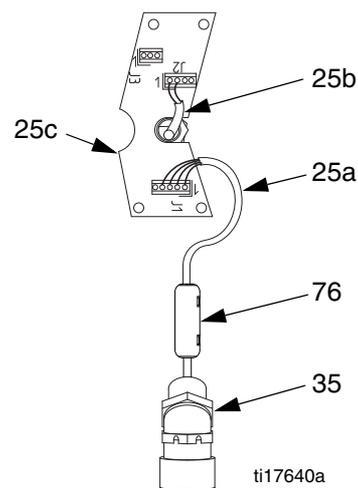

ABB. 27. Platinenverbindungen
- a. Siehe ABB. 27. Das Messfühlerkabel (25a) von J1 auf der Platine (25c) trennen. Den Ferrit (76) entfernen und aufbewahren.
- c. Die IS-Feld-Kabel von J2 und J3 auf der Platine und von den beiden Klemmenblöcken (46) trennen. Die Positionssensorkabel von den beiden Klemmenblöcken trennen. Die Klemmenblöcke aufbewahren.
- e. Die leitfähigen Zugentlastungen (74a und 35) vom Getriebegehäuse abschrauben. Die 45°-Zugentlastung (35) und das Messfühlerrohr aus dem Getriebegehäuse ziehen. Den Messfühler nicht vom Auslassanschluss (P) trennen.
- f. Den Positionssensor und die daran befestigten Teile vom Getriebegehäuse (1) abziehen. Siehe Seite 22. Auch den Positionsensoradapter (78) entfernen. Diese Teile aufbewahren.
11. Die Sicherungsmuttern (15) von den Verbindungsstangen (3) abschrauben. Den gesamten Materialbereich entfernen. Die Verbindungsstangen (3) vom Getriebegehäuse abschrauben.